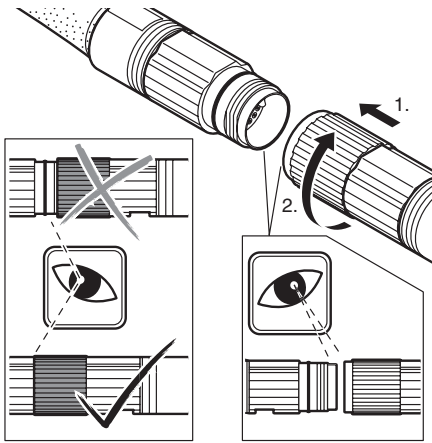

Abb. 16: Anschlussleitung Schraubspindel mit Verlängerungsleitung/EC-Motor verbinden
3. Stecken Sie das andere Ende der Anschlussleitung Schraubspindel gemäß Abb. 16 auf Seite 41, „1.“, schlüssig auf:
4. Verschrauben Sie beides miteinander von Hand gemäß Abb. 16 auf Seite 41, „2.“.